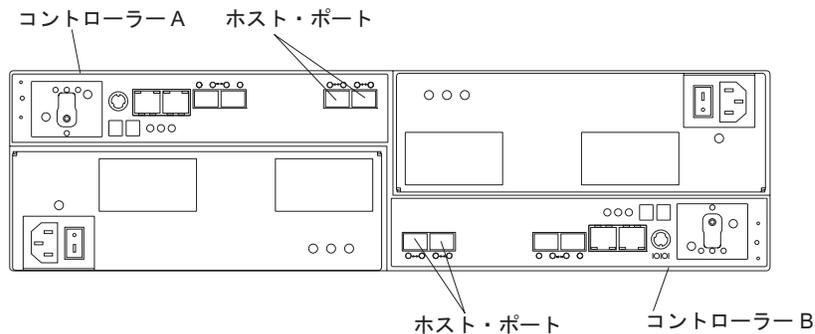

図 53. DS3950 の RAID コントローラー上のホスト・ケーブルの位置
2. DS3950 RAID コントローラー・ホスト・ポート内の SFP モジュールからのファイバー・チャンネル・ケーブルを、ファイバー・チャンネル・スイッチ内の SFP モジュールまたはホスト・バス・アダプターの SFP モジュールに接続します。図 53 は、DS3950 ストレージ・サブシステムでホスト・システムのケーブルが接続する RAID コントローラー上の位置を示しています。